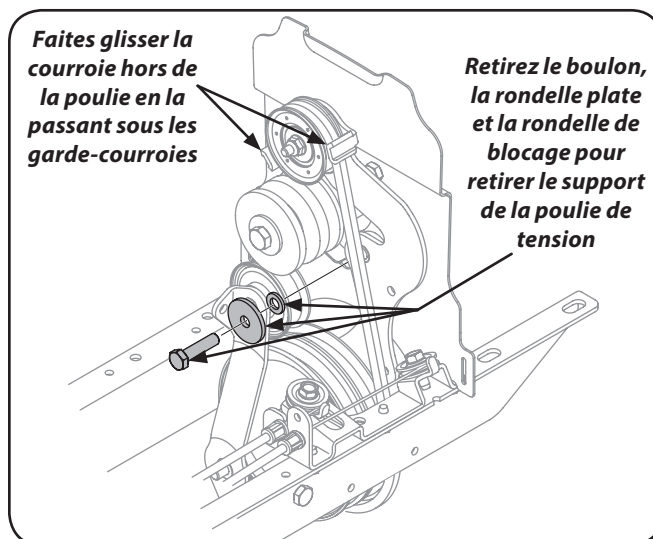

Figure 7-4
5. Retirez le boulon de 5/16-24, la rondelle plate et la rondelle de blocage qui fixent le support de la poulie de tension, puis retirez le support. Voir Figure 7-4.